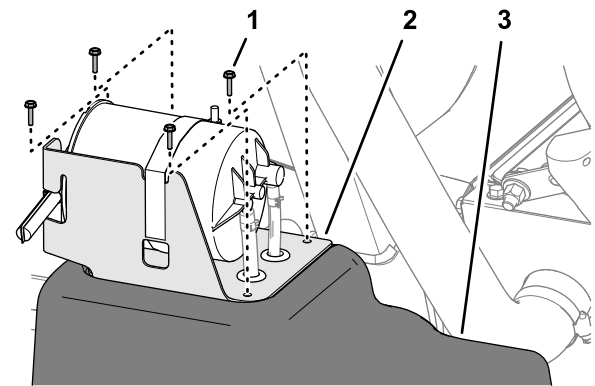

Bild 92
6. Befestigen Sie die Halterung mit den vier Schrauben (Nr. 10 x 3/4") am Kraftstofftank (**Bild 92**).